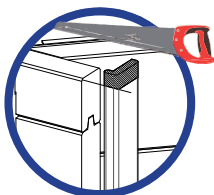

Fig. 6 / Abb. 6 / Afb. 6
- Position the L trimming on the ends of the boards. • Cut off the excess part of the trimming according to the height of the pool if necessary (figure 6). • Fix trimming L using 3 screws 4 x 60 uniformly distributed over the height of the piece (figure 7).
- Présentez le cache L sur les extrémités des madriers. • Coupez l'excédent de cache selon la hauteur du bassin si nécessaire (figure 6). • Fixez le cache L à l'aide de 3 vis 4x60 également réparties sur la hauteur (figure 7).
- Legen Sie die Zierleiste L auf die Enden der Bretter. • Falls erforderlich, schneiden Sie das, was von der Zierleiste übersteht, je nach Höhe des Beckens (Abb. 6) ab. • Befestigen Sie die Zierleiste L mit Hilfe von 3 Schrauben 4 x 60 gleichmäßig auf der Höhe (Abb. 7).
- Plaats sierlijst L op de uiteinden van de planken. • Indien nodig, overtollige stukken van de sierlijst afsnijden, afhankelijk van de hoogte van het bassin (afbeelding 6). • Zet de sierlijst L vast met behulp van 3 schroeven 4 x 60 gelijkmatig over de hoogte verdeeld (afbeelding 7).